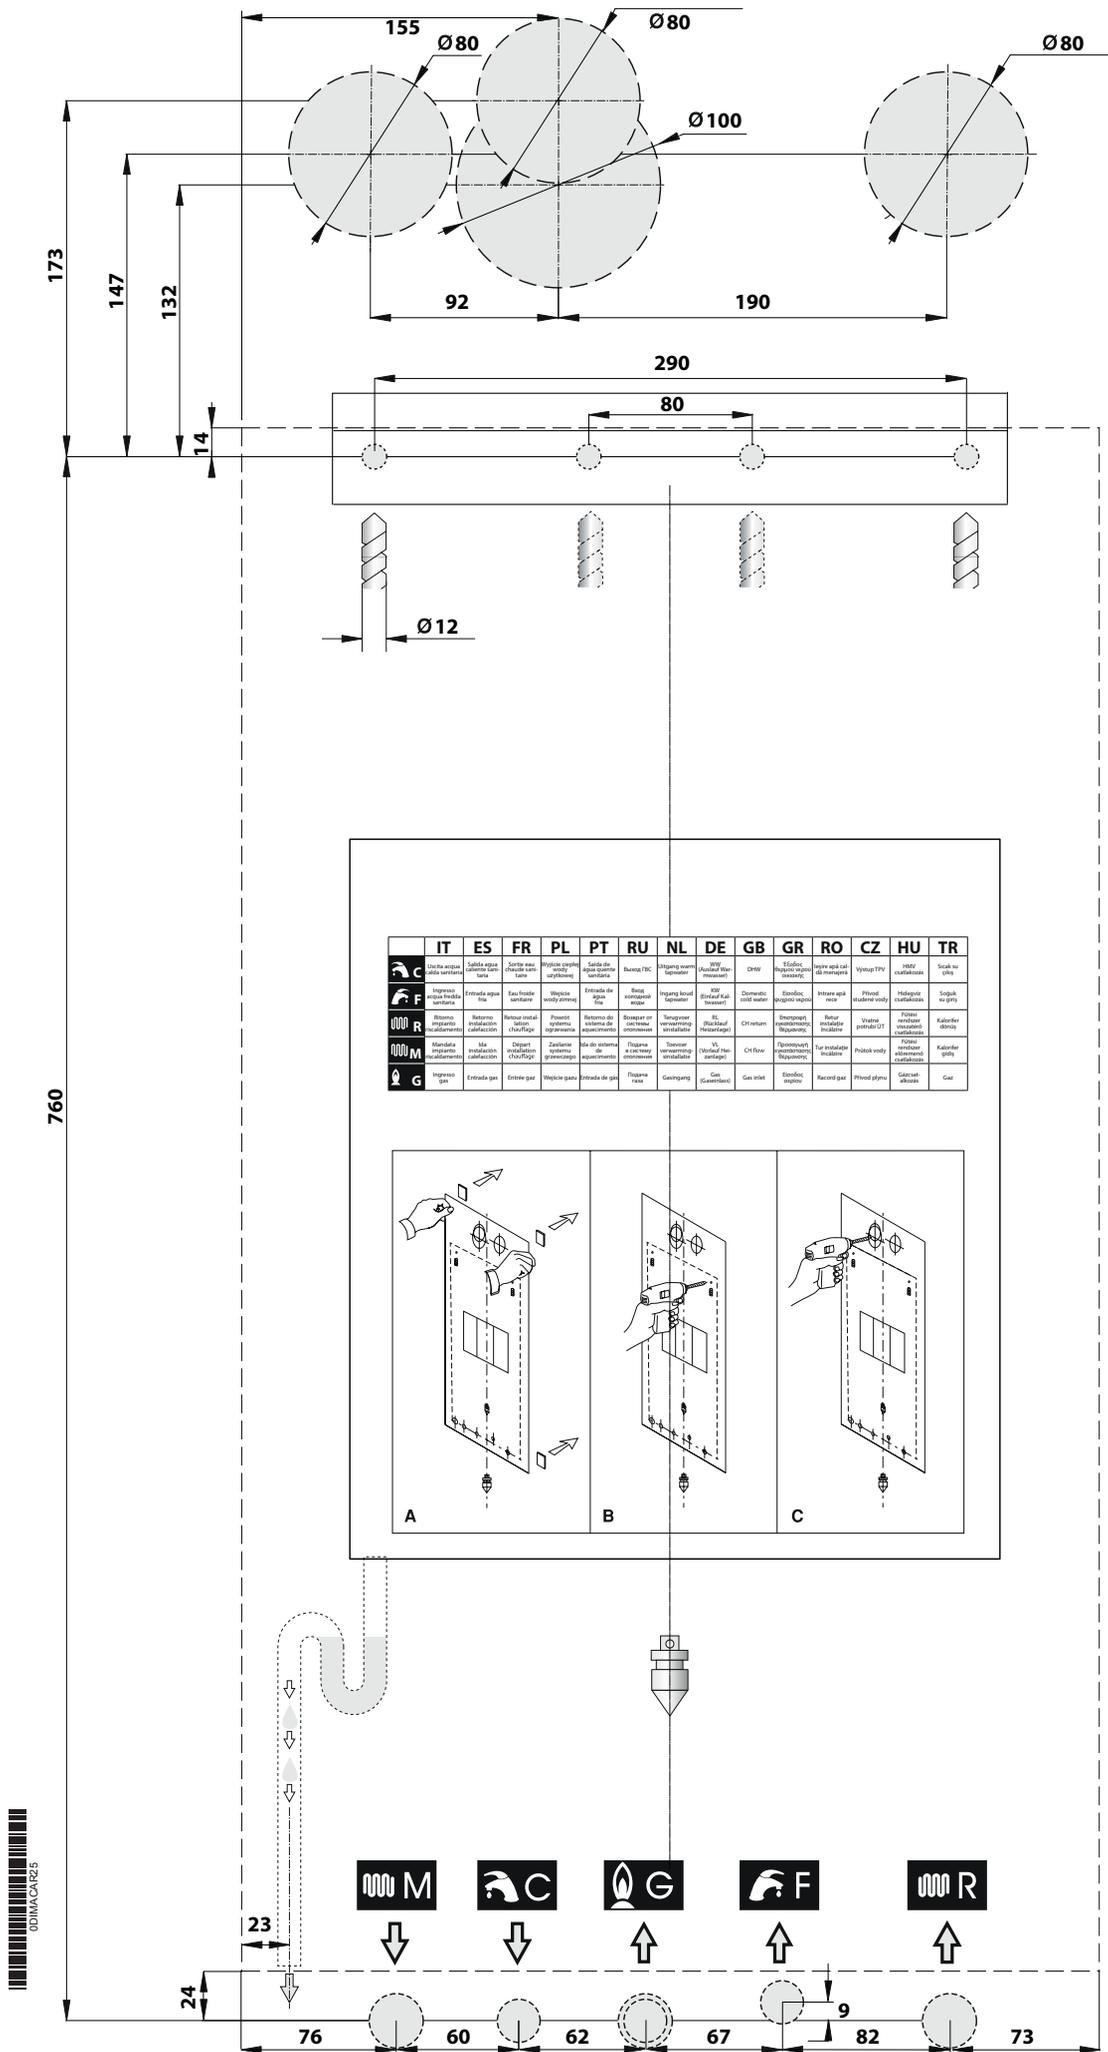

fig. 9
- il kit idraulico con tubi di rame per il collegamento della caldaia alla rete del gas, all'impianto di riscaldamento (tutti i modelli) e all'impianto sanitario (KC);
- c) la dima di fissaggio della caldaia al muro (fig. 9);
Ogni apparecchio è corredato di un'apposita dima in carta contenuta nell'imballo (fig. 9),
- fissare la dima (fig. 9) alla parete;
- facendo riferimento alla dima (fig. 9), posizionare i raccordi per l'allacciamento:
- dell'uscita acqua calda (KC) o mandata bollitore (KRB) (**C**);